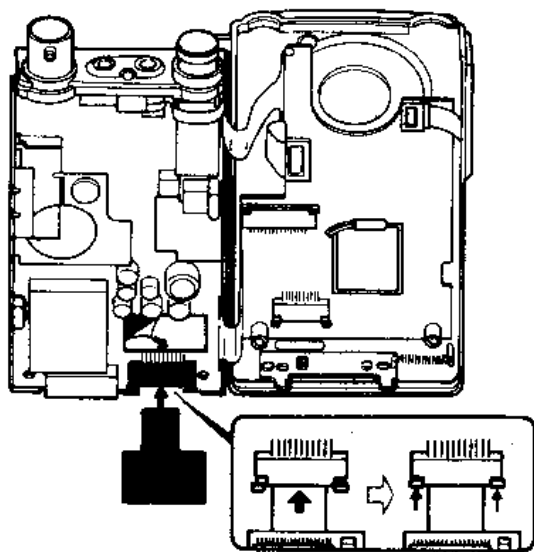

图 3-8
1. 如图 3-8 所示, 把 CTD412 组件可靠地插入插座内, 再用一只手握住 P.C 板, 另一只手推进插座上的锁, 轻轻推上 P.C 板确保它不会很容易地滑出来。